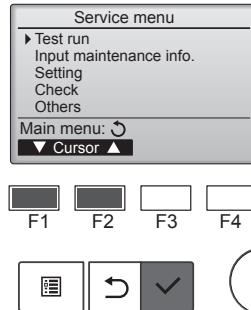

Fig. 7-1
- Välj "Test run" (Testkörning) från Servicemeny och tryck på [VÄLJ]. (Fig. 7-1)